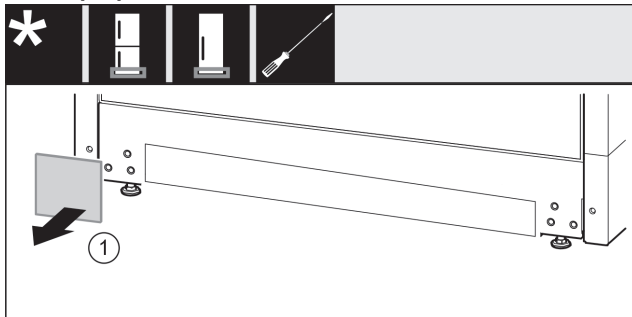

Fig. 16
- ▶ Снимите крышку Fig. 16 (1).